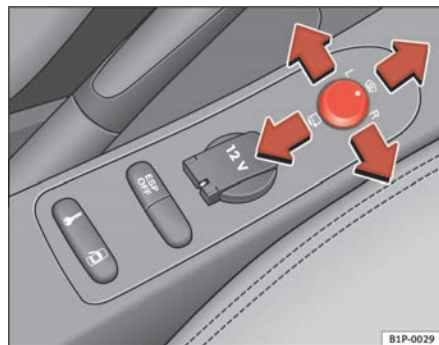

Fig. 87 Mando de los retrovisores exteriores
1. En primer lugar, gire el mando ⇒ **fig. 87** hasta la posición **L (retrovisor izquierdo)**.
- Gire el mando hacia delante, en la posición central ⇒ **fig. 87** **1**, para que los retrovisores térmicos se calienten y la función de cristal parabrisas calefactable* en la zona de reposo de las escobillas, quede activada. ⇒ página 128
- Gire el mando ⇒ **fig. 87** hasta la posición para plegar los retrovisores exteriores. Para evitar daños en el vehículo, debería plegar los retrovisores exteriores siempre que utilice un túnel de lavado automático.